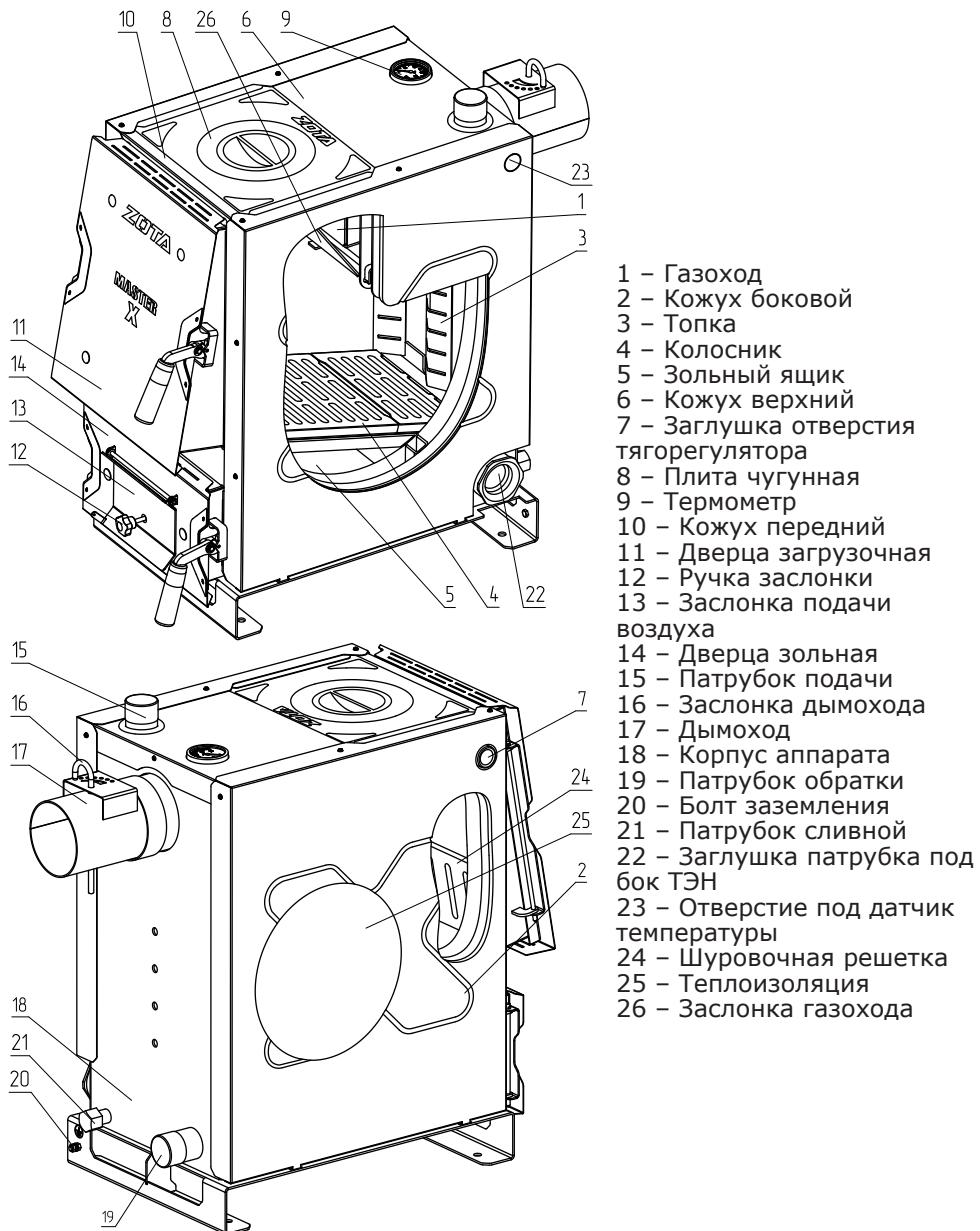

Рис.1. Конструкция отопительного аппарата Master X.
5.1. Аппарат (рис.1) состоит из корпуса (поз.18), топки (поз.3), газохода (поз.1), дымохода (поз.17), чугунной плиты (поз.8). В нижней части топки устанавливаются колосники (поз.4) и зольный ящик (поз.5).
Внимание! Не допускается эксплуатация аппарата, без установленного зольного ящика (Рис.1 поз.5). Эксплуатация аппарата без установленного зольного ящика приводит к прогоранию и деформации водонеохлаждаемых поверхностей. В случае нарушений условий эксплуатации, рекламации не принимаются.